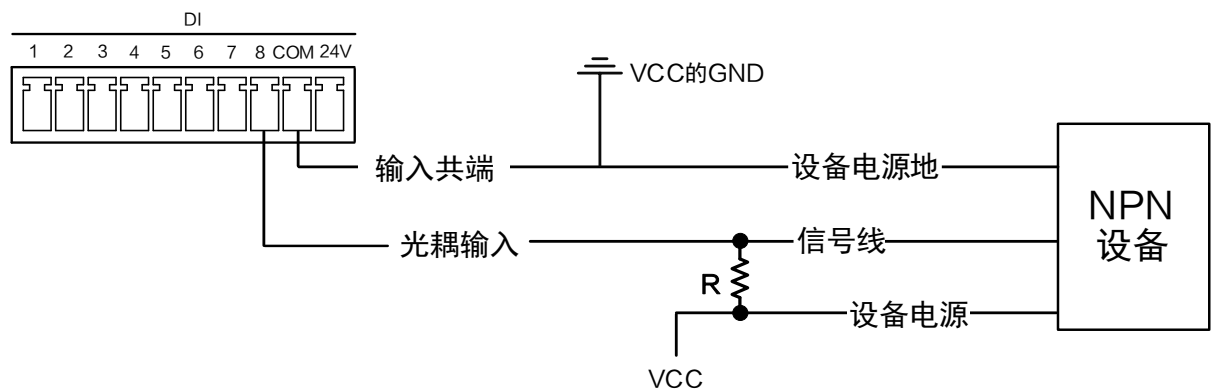

图4-5 光耦输入接 NPN 型外部设备（使用上拉电阻）
- NPN 设备的 VCC 为 12 V 或 24 V，外接上拉电阻，接线如图 4-5 所示。